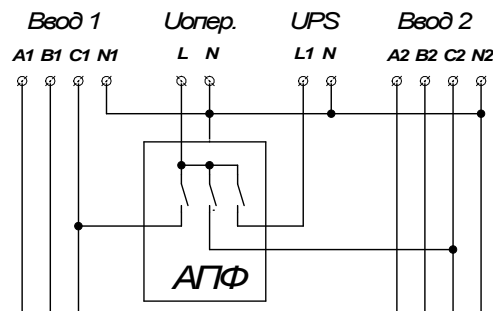

Рис.11 Схема получения оперативного питания с использованием АПФ и UPS
5.2.4. Схема получения оперативного питания с использованием автоматического переключателя фаз (АПФ) и UPS. Пример схемы изображен на рис. 11. Это наиболее надежное и эффективное решение.